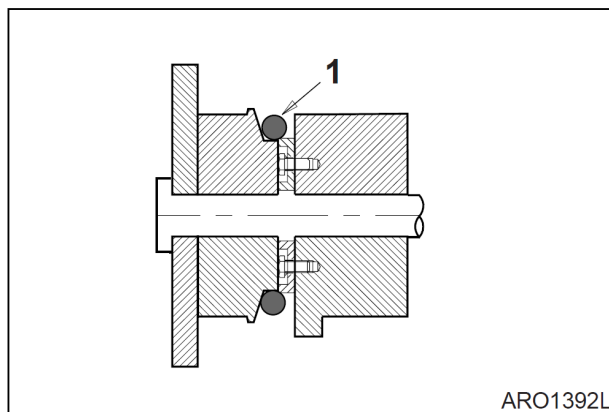

Рис. 9
5. Поместите новое уплотнительное кольцо (1, рис. 9) в канавку.